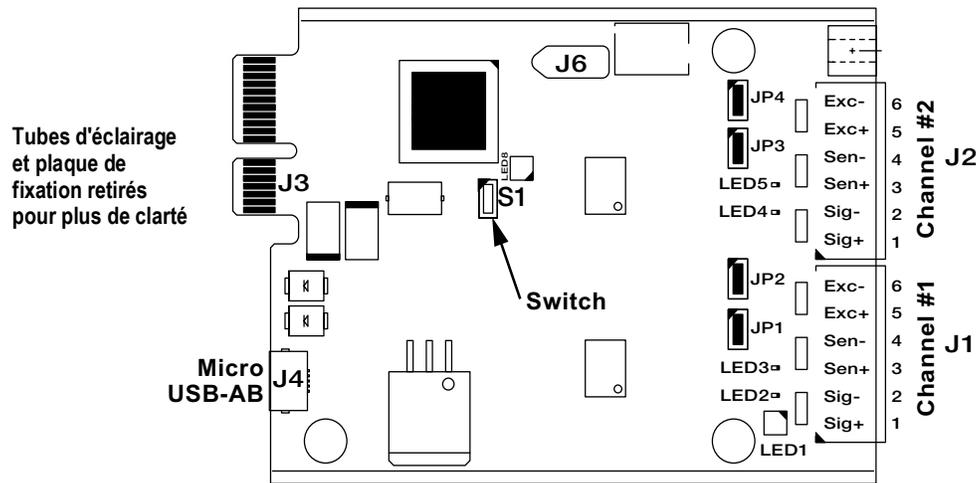

Figure 12-6. Cartes de balance A/N simples et doubles de première génération
6. À l'aide d'un câble USB (avec connexion de type A à une extrémité et connexion Micro à l'autre extrémité) (Voir Figure 12-6), connectez la carte de balance à la carte UC de l'indicateur 1280.